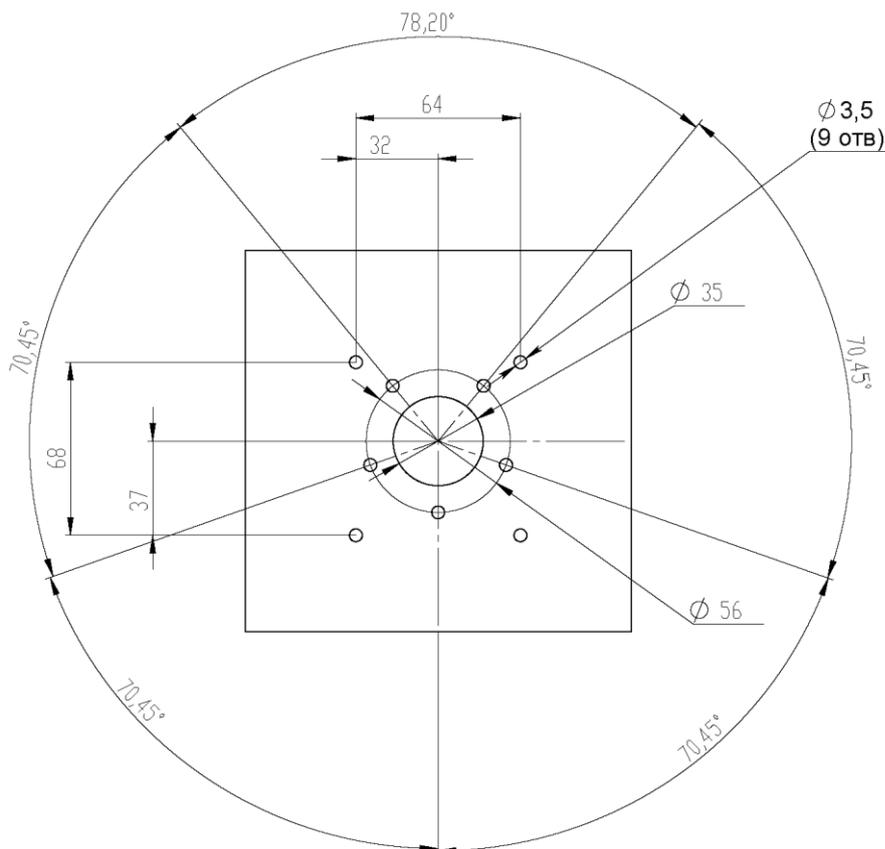

Рис. 2.6 Подготовка топливного бака – крепление с помощью саморезов
1. Просверлите отверстия в баке: центральное отверстие биметаллической коронкой $\varnothing 35$ мм, а крепежные отверстия - сверлом $\varnothing 3,5$ мм в соответствии с Рис. 2.6.